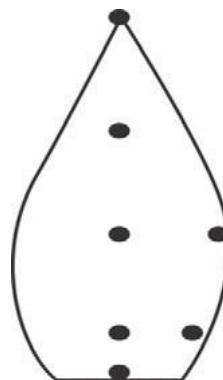

Рис. 8. Точки измерения температуры пламени
- Зажгите спиртовку. Когда показания стабилизируются, запишите значение температуры на схеме пламени (*рис. 8*).